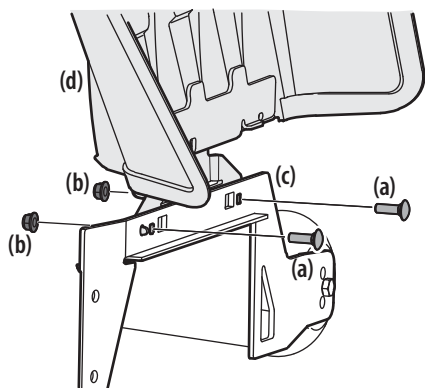

Figure 2-1
1. Retirez les boulons de carrosserie (a) et les écrous autobloquants à bride (b) du support de montage (c) sur le plateau de coupe. Voir Figure 2-1.
2. Utilisez la quincaillerie (a et b) retirée à l'étape précédente pour installer le déflecteur d'éjection (d) sur le plateau de coupe. Voir Figure 2-1.